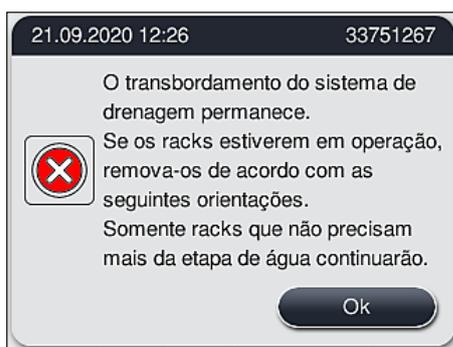

Fig. 127
- Se o bloqueio não puder ser removido apesar as medidas de limpeza, as estações de água são desativadas devido à persistência do nível de água crítico. As estações de água são mostradas como com falha na tela. Para cancelar um ou mais programas, pressione (→ "Fig. 125-2") ou (→ "Fig. 126-2") para iniciar o processo de cancelamento controlado. Os programas que não precisam de uma etapa de água são continuados até que o fim do processo de coloração. Todos os racks restantes que ainda precisem de pelo menos uma etapa de água devem ser cancelados e removidos do aparelho. Confirme a seguinte mensagem (→ "Fig. 127") pressionando **Ok**.